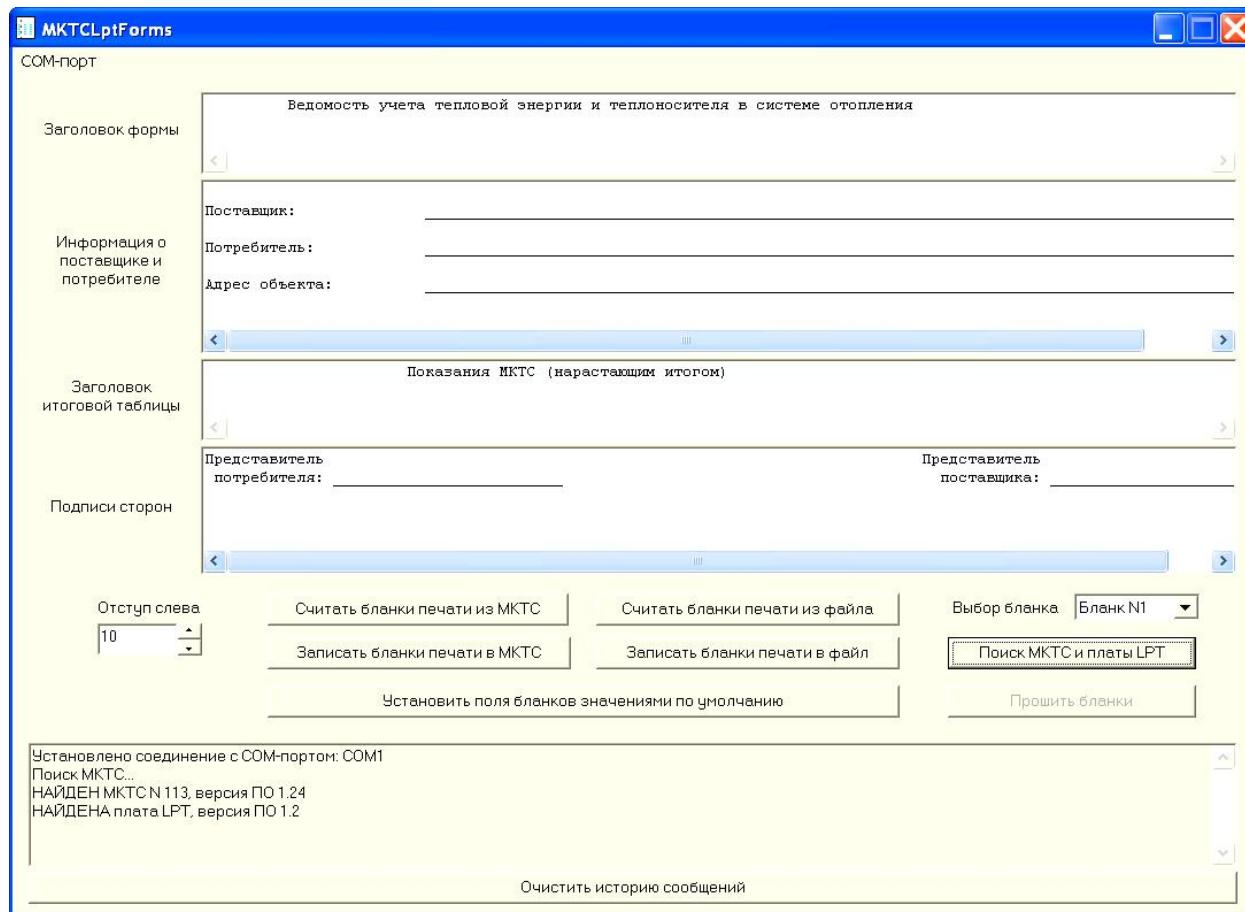

Рисунок 2.2.
С помощью программы *MKTCLptForms* можно редактировать изменяемые поля любого из 8 бланков и записывать их в УПП. Изменению подлежат следующие поля бланков печати (см. Рисунок 2.2):
- Запустите на ПК программу ***MKTCLptForms***. Программа должна автоматически связаться с СОМ-портом, выполнить поиск СБ МКТС и УПП, после чего выдать соответствующие сообщения в окно сообщений, расположенное внизу окна программы. В случае, если МКТС и УПП будут найдены, то будут подсвечены кнопки «Считать бланки печати из МКТС» и «Записать бланки печати в МКТС». Вид окна программы в этом случае приведен выше (см. Рисунок 2.2).